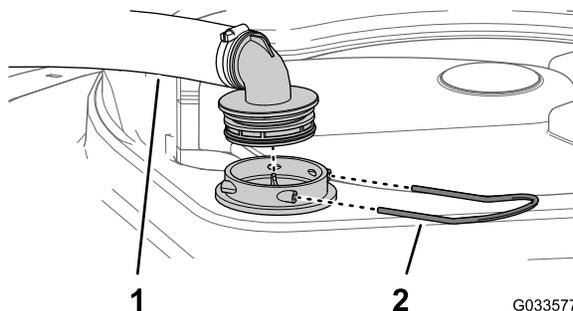

图 58
2. 在打药机药缸的顶部拆下固定从过滤器外壳连接至大软管的软管接头的卡环 (图 58)。
3. 从过滤器外壳上拆下软管和软管接头 (图 58)。